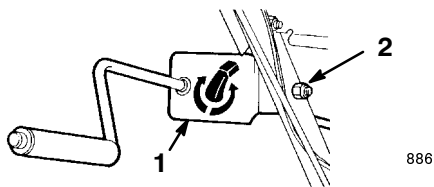

Figure 10
1. Fixez le support et la tige d'orientation de l'éjecteur du côté gauche du mancheron à l'aide d'un boulon à tête hexagonale et d'un l'écrou de blocage. Ne serrez pas encore l'écrou (Fig. 10).
5. Serrez le contre-écrou de fixation du support d'orientation de l'éjecteur (Fig. 10).